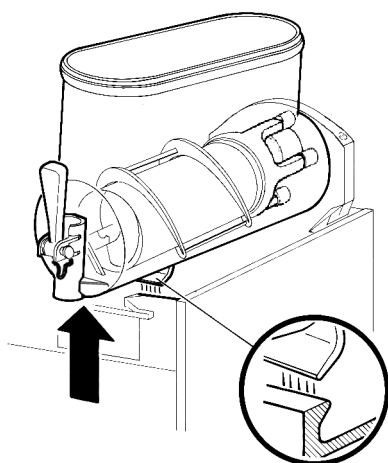
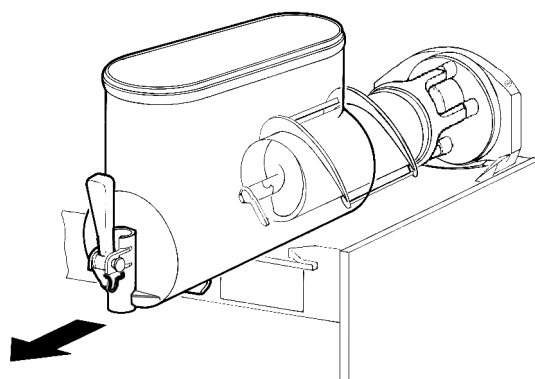

figura 6
figura 7
- 2 - Desmontar el contenedor empujando ligeramente la parte inferior (lado grifo) hacia arriba para dejar libres los ganchos inferiores (ver figura 6) y luego quitarlo por adelante (ver figura 7).